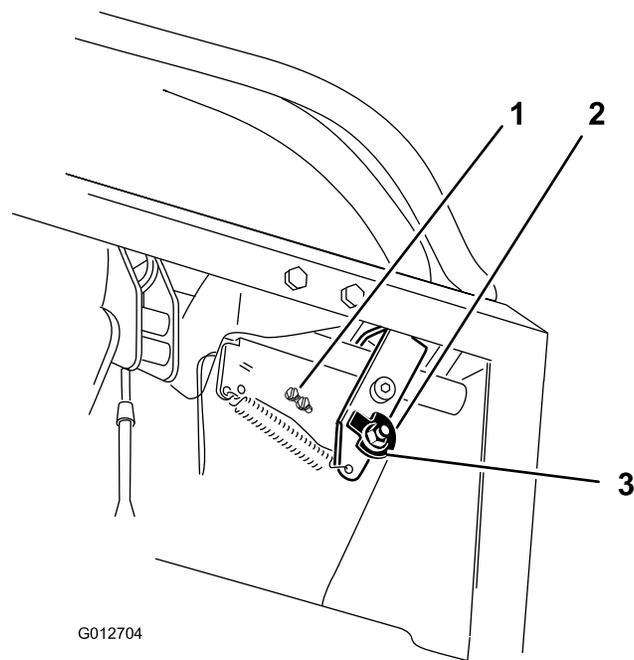

図 70
7. カムを固定しているナットをゆるめる (図 70)。
11. 必要に応じてスイッチを固定しているネジをゆるめてスイッチの位置を調整する (図 70 と図 71)。